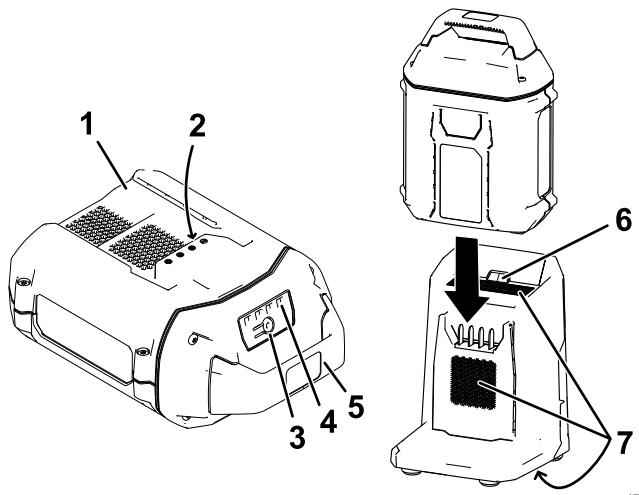

Figura 20
2. Allineate la cavità nel pacco batteria (Figura 20) con la linguetta sul caricabatterie.
3. Fate scorrere il pacco batteria nel caricabatterie fino a quando non è completamente in sede (Figura 20).